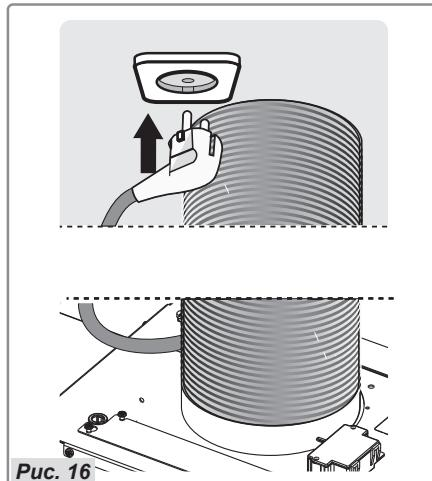

Рис. 16
– Вставьте вилку в предварительно отключенную настенную электророзетку (рис. 16).